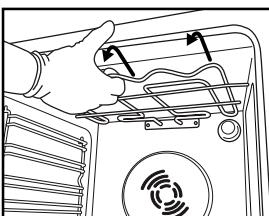
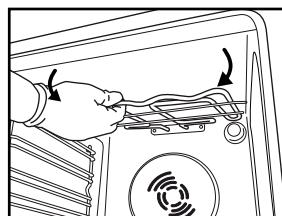

Fig. 4
Fig. 5
2. Trageți puțin în față rezistență (Fig. 4) și coborâți-o (Fig. 5).